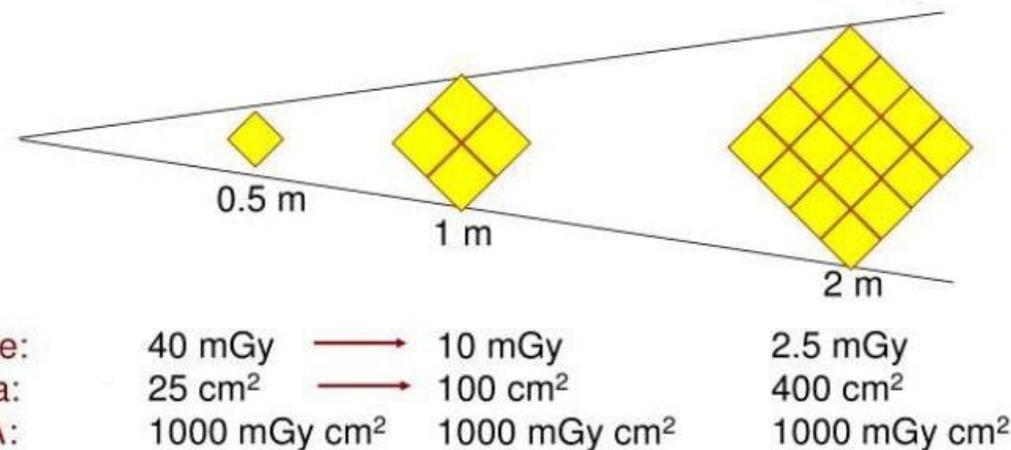

Fig. 26 – Invariância do PAD para a distância do foco
- O **produto área-dose (PAD)**, expresso em $\text{mGy} \times \text{cm}^2$, é o produto entre o kerma no ar (K_a) e área exposta (A) sobre uma área exposta uniformemente.
- O PAD é **independente da distância até o foco**, o que facilita a comparação dos valores de PAD medidos em estudos de ensaio de dose (Fig. 26).